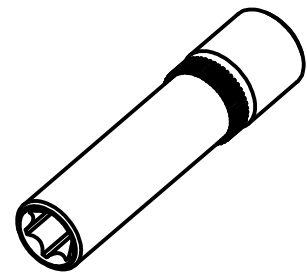
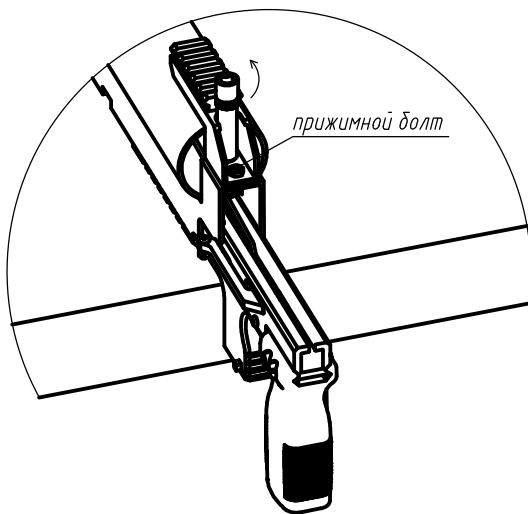

Рис. 19. Головка на 7 мм.
Рис. 20. Снятие задней прижимной планки.
- 2) открутите прижимные винты 4 шт. (Рис. 20 и 21) рекомендуется использовать удлиненную головку 7 мм (Рис. 19)